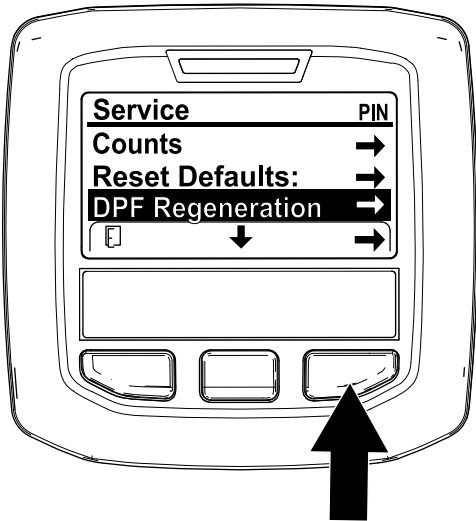

Figura 35
1. Aceda ao menu de manutenção, pressione o botão central para se deslocar para a opção REGENERAÇÃO DO DPF (Figura 35).
2. Pressione o botão direito para seleccionar a entrada Regeneração do DPF (Figura 35).